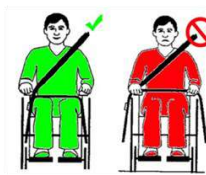

fig. 31
- Le cinture di ritenuta non devono avvolgere componenti della carrozzina, come braccioli o ruote perché, in questo caso, non aderirebbero al corpo (fig. 31 a pag.20).